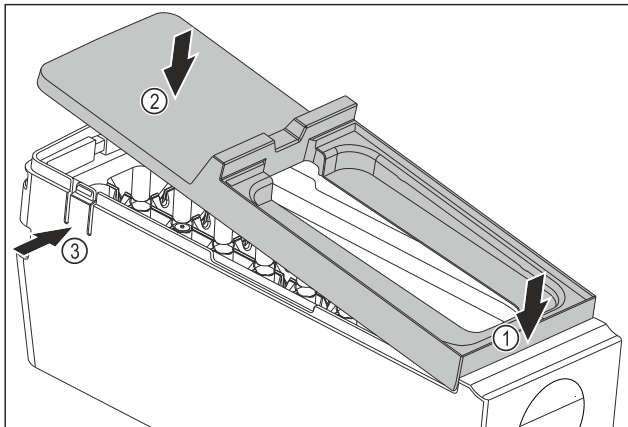

Fig. 108
- ▶ Montirajte poklopac tijela sustava EasyTwist-Ice: Postavite poklopac sprijeda. Fig. 108 (1)
- ▶ Spustite poklopac straga. Fig. 108 (2)
- ▶ Poklopac će se čujno uglaviti u oba jezička Fig. 108 (3).